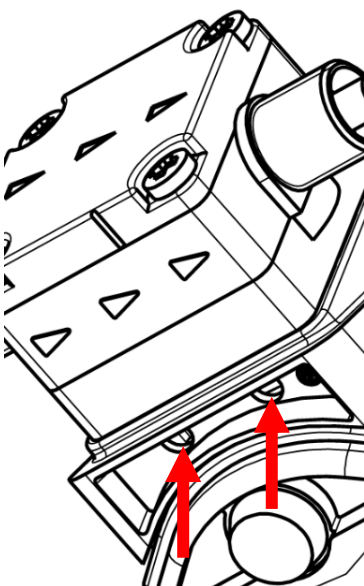

Fig. 1: Ouverture de sortie
- Ne jamais obturer l'ouverture d'écoulement (voir Fig. 1)
La membrane de sécurité empêche, en cas de rupture de la membrane de travail, la pénétration de fluide véhiculé dans la pompe. En cas de rupture de la membrane de travail, le fluide véhiculé est guidé hors de la pompe via l'ouverture d'écoulement (voir Fig. 1).